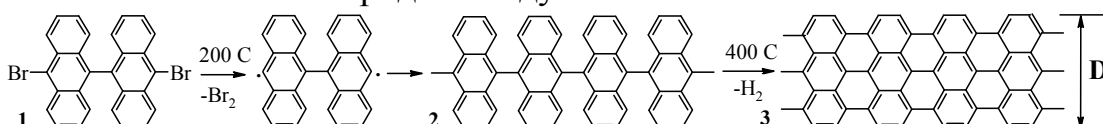

Рис. 1. Реакции, протекающие при синтезе графеновых лент.
Группа европейских ученых предложила оригинальный подход к созданию графеновых лент длиной 20-60 нм методом «снизу вверх» (от простого к сложному). Сначала на золотую фольгу наносятся молекулы мономерного соединения (1), которые при дальнейшем нагревании отщепляют галоген с образованием стабилизированных поверхностью бирадикалов (рис. 1). Перемещаясь по поверхности, эти радикалы последовательно объединяются в ленту полимера (2), которая при последующем нагревании до 400°C дегидрируется с образованием графеновой ленты (3). При этом на краях такой ленты остаются атомы водорода, защищающие краевые углеродные атомы от окисления кислородом воздуха.
1. Оцените ширину графеновой ленты D (рис. 1), если длина C-C связи равна 0,14 нм. Являются ли эти ленты нанобъектами? Напишите химическую формулу получившегося полимера. (1 балл)